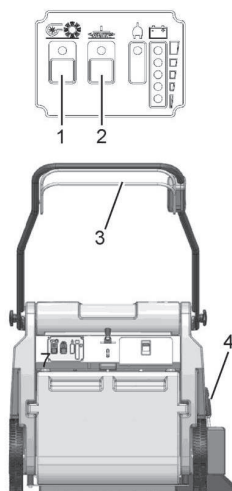

Fig. 3
Lea la Información de seguridad del Capítulo 1. Antes de encender la máquina, asegúrese de que la barra de accionamiento (Fig. 3/3) del mango no esté accionada.
1. Encienda la máquina pulsando el botón (Fig. 3/1): el accionamiento del cepillo giratorio, la aspiradora de polvo y el accionamiento del cepillo lateral están listos para funcionar.
2. Baje el cepillo lateral a su posición de trabajo utilizando la palanca (Fig. 3/4). Cuando trabaje sin cepillo lateral: no baje el cepillo lateral y presione una vez el botón (Fig. 3/2) del cepillo lateral. La lámpara de control verde se apaga.
3. Active la barra de accionamiento (Fig. 3/3) situada en el mango: la máquina comienza a funcionar. Empiece a trabajar inmediatamente después de accionar la barra de accionamiento; de lo contrario, podrían quedar marcas en el suelo. Suelte la barra de accionamiento cuando conduzca sobre umbrales.